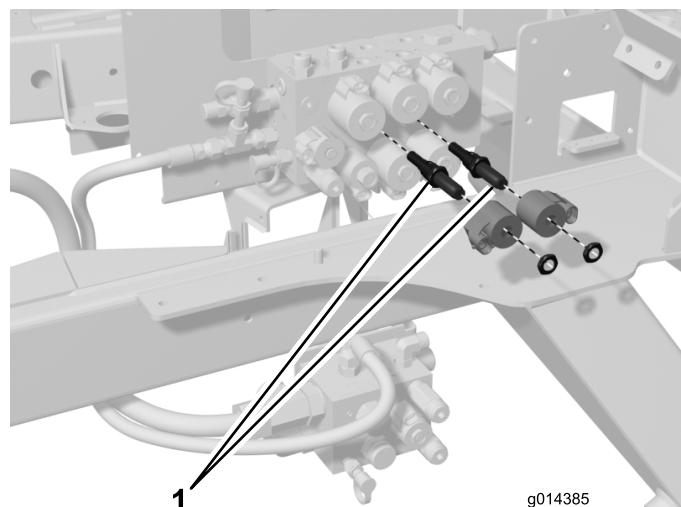

Figura 5
13. Retire las contratuerca que sujetan las bobinas a las válvulas de solenoide S4 y S9 del colector de elevación (Figura 5).
14. Retire las válvulas de solenoide S4 y S9 del colector de elevación y sustitúyalas con las válvulas de solenoide incluidas en el kit (Figura 5). Apriete las válvulas de solenoide a 34 Nm.